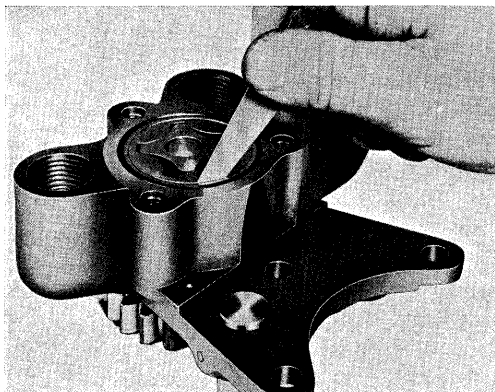

Fig. 15.
2. Spillerummet mellem den udvendige rotor og huset må ikke overstige .010" (0,25 mm) - fig. 15.